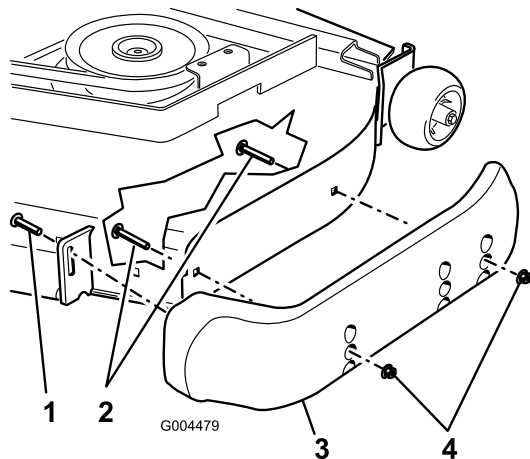

Figura 9
3. Afloje el tornillo situado en la parte delantera de cada patín. Hay 2 patines en los cortacéspedes Guardian y 1 patín en las unidades de corte de descarga lateral (Figura 9).